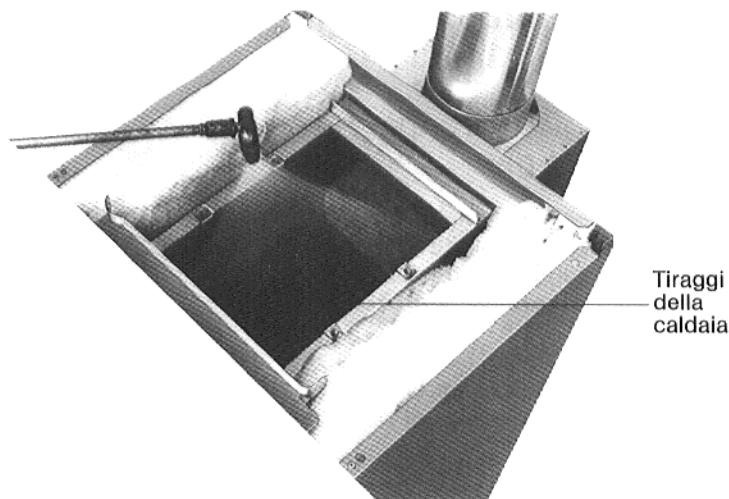

Fig. 14 - Figura esplicativa
- Spruzzare uniformemente i tiraggi con il prodotto di pulizia, per esempio "Fauch 200" per fulliginosità, "Fauch 600" in caso d'incrostazione, vedi Fig. 14.